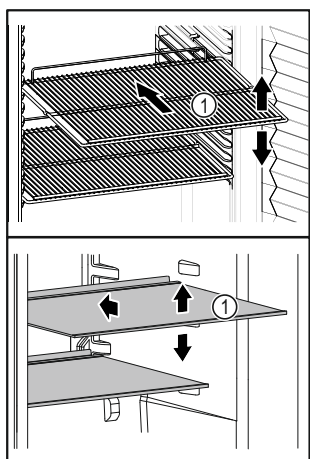

Fig. 65 Représentation à titre d'exemple
- ❑ Si les surfaces de rangement Fig. 65 (1) sont mobiles, les régler en hauteur.